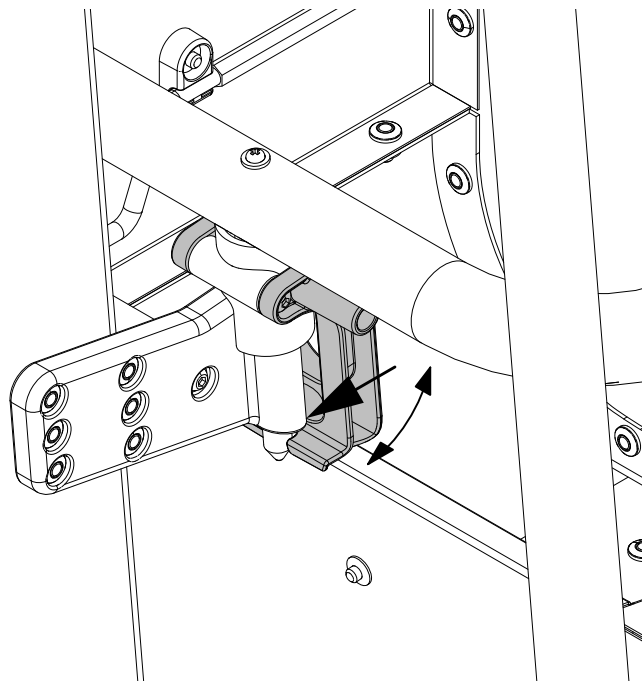

Figura 2-4. Trava da plataforma mostrada engatada
- 5. Conjunto da trava da plataforma** — Com a plataforma não montada no mastro, inspecione as montagens do pino do mastro e suas conexões para verificar quaisquer sinais de danos. Se não houver danos nas montagens, com a plataforma montada no mastro, verifique se o conjunto de trava está engatado com a parte inferior da montagem do pino do mastro quando liberado, consulte a Figura 2-4.